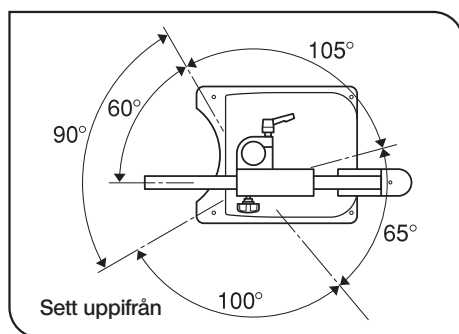

Fig. 12
3. Stativets belastbarhet är begränsad och dess stabilitet varierar beroende på den horisontella armens riktning. (Fig. 12)